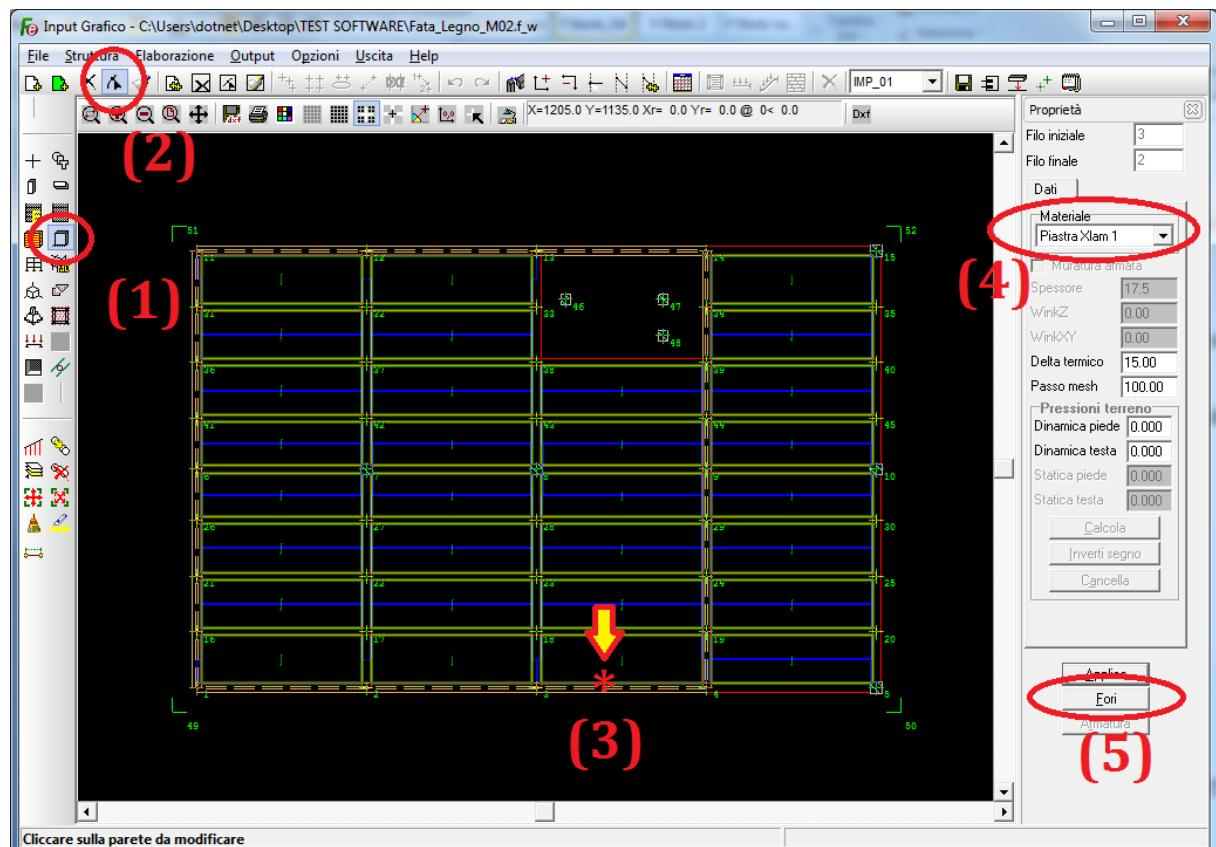

Figura 86
Con riferimento alla figura 86 cliccare sul pulsante “Pareti (Lastre-Piastre)” (1) e di seguito sul pulsante “Modifica” (2). Puntare e cliccare in corrispondenza del primo impalcato sul pannello individuato dai fili fissi 3 e 4 in prossimità dell’asterisco (3).